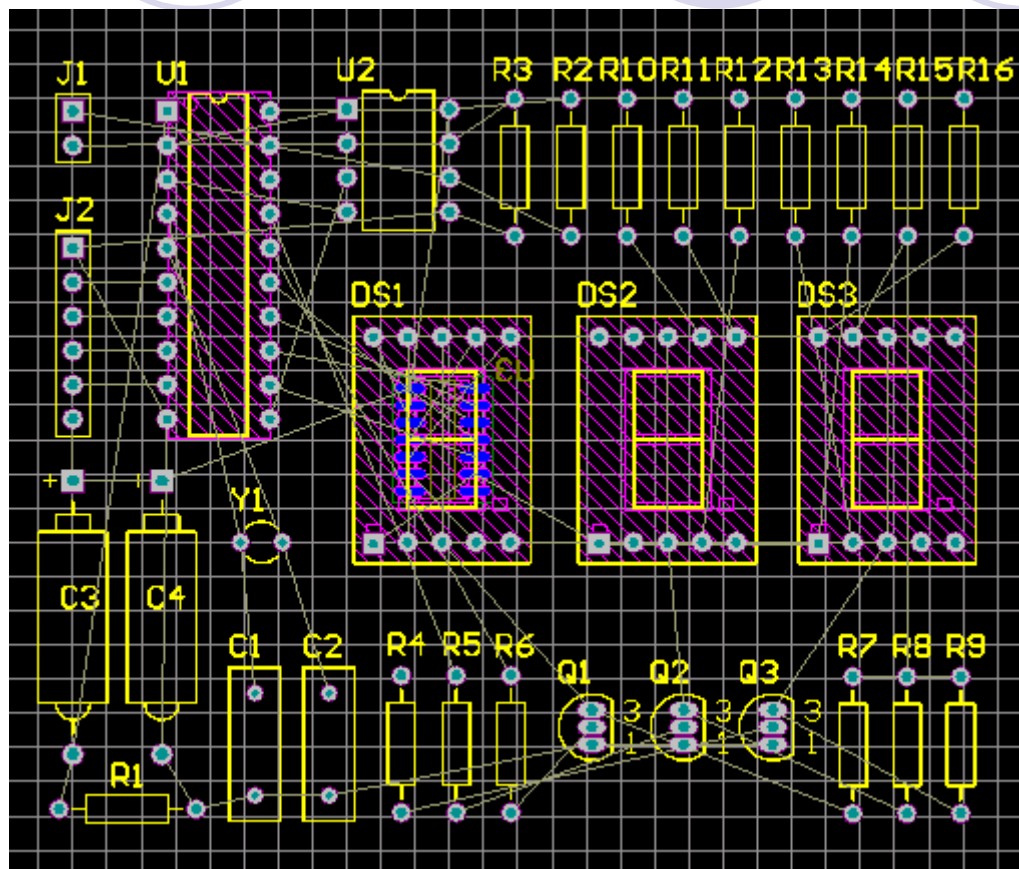

图9-15 清除了绿色高亮的PCB板
- 现在PCB板上就没有绿色的高亮显示了，如图9-15所示。
- 由于图9-15所示PCB板上元器件的封装用的是绘制原理图时放元器件的缺省值，C1-C4的元件封装与实际元件有差异，所以需要修改这4个元件的封装。用第3章介绍的方法将C1、C2元件的封装修改为：RAD-0.1，C3元件的封装修改为：CAPPR5-5X5，C4元件的封装修改为：RB5-10.5。修改封装后的PCB板如图9-16所示。